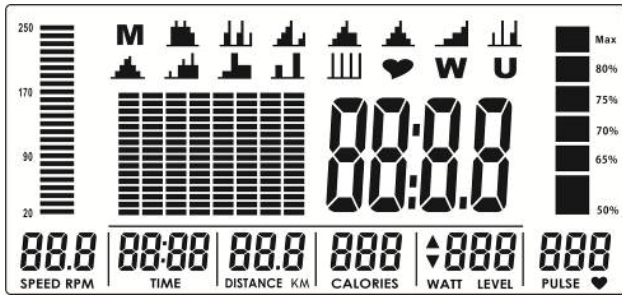

Abbildung 1
Die Konsole schaltet sich an und zeigt für zwei Sekunden alle Segmente auf dem LCD Bildschirm (Abb. 1).
1. Wählen Sie das manuelle Programm (M) und bestätigen Sie die Auswahl mit der Mode-Taste.
2. Legen Sie den Widerstand mit dem Encoder fest und bestätigen Sie mit der Mode-Taste (Abb. 1).